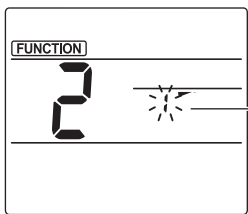

Fig. 3-2
- (2) Sélection du numéro d'ailette (Fig. 3-2) Appuyez sur les touches [↑] [↓] pour sélectionner le numéro d'ailette (A), puis appuyez sur la touche [SET].